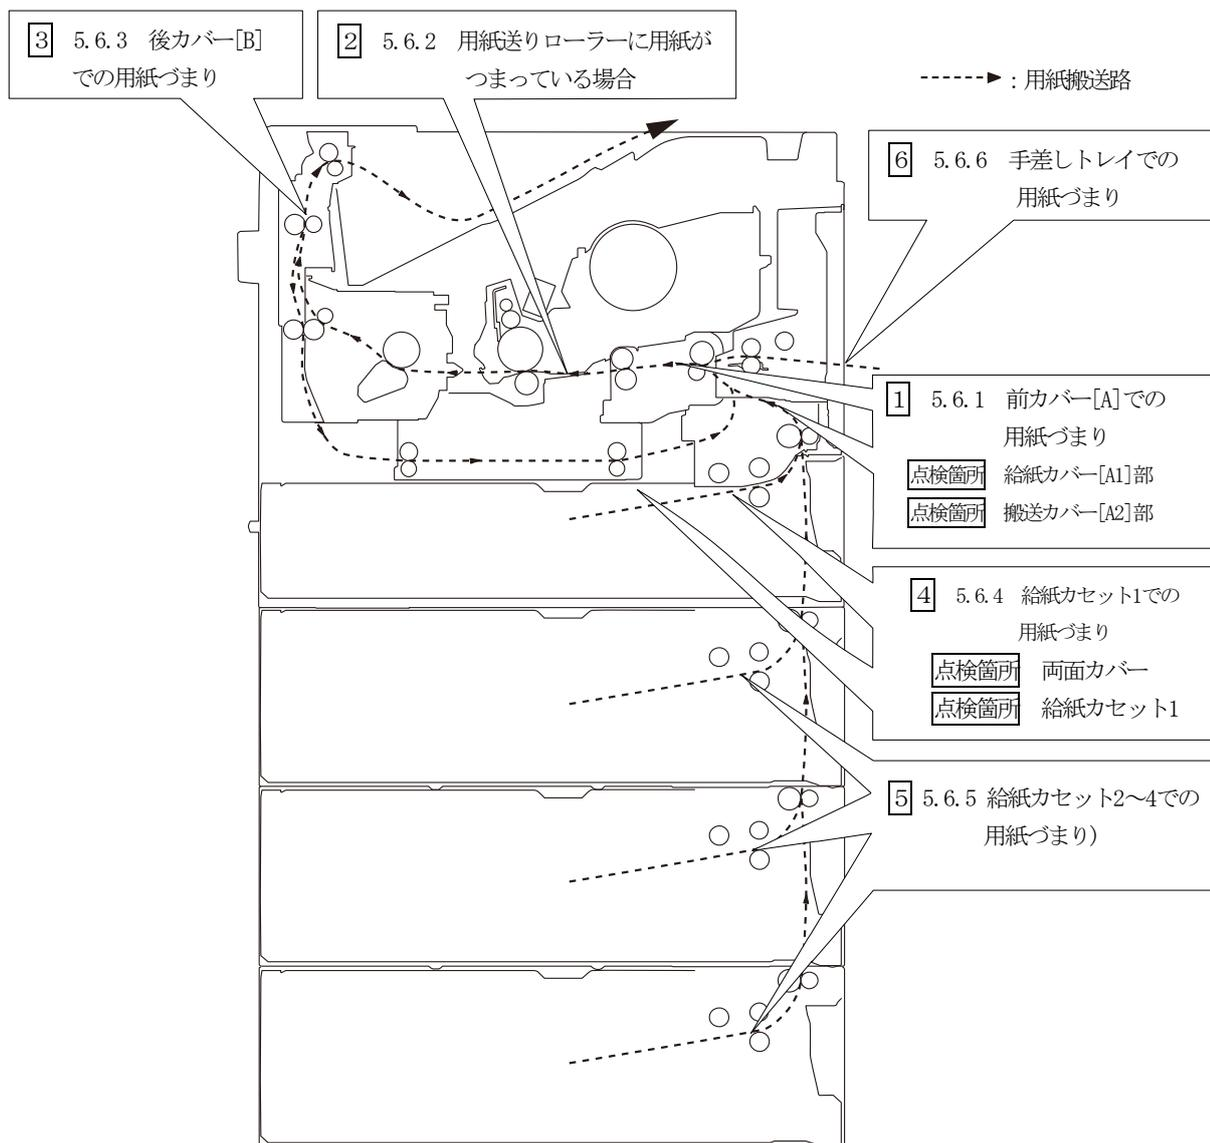

図 5.1 用紙づまり発生箇所
- ・用紙づまりの処置をする際には、用紙搬送路内(図5.1参照)に紙片等の残留物が残っていないか十分確認してください。